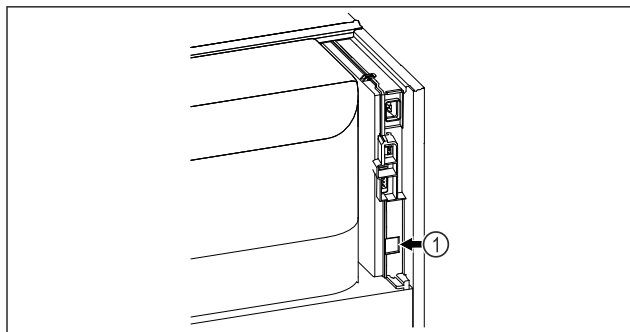

Fig. 99
- ☐ SmartModule Fig. 99 (1) on sisse pandud.